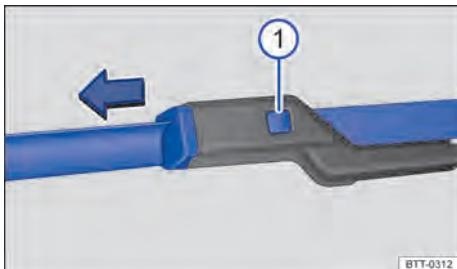

Fig. 166 No para-brisa: substituir as palhetas dos limpadores dos vidros.
- Manter o botão de destravamento → Fig. 166 ① pressionado e, ao mesmo tempo, puxar a palheta dos limpadores do para-brisa para fora, no sentido da seta.